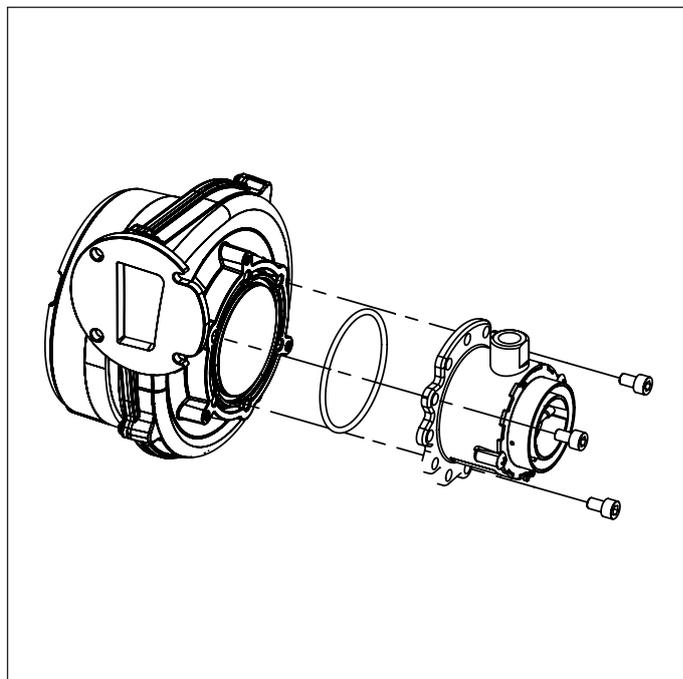

Fig. 30 Misceatore
- Rimuovere il miscelatore svitando le tre viti a brugola (vedi Fig. 30 Miscelatore).